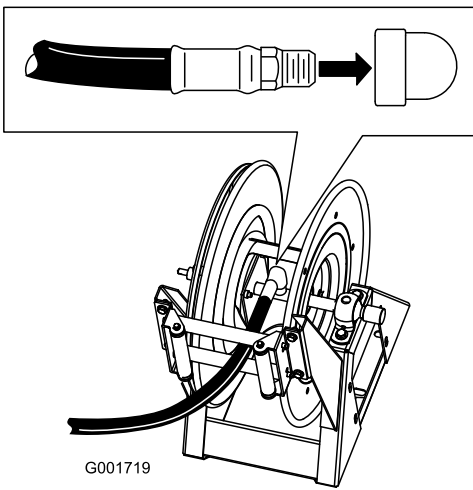

Bild 56
1. Wickeln Sie Teflonband um das Gewinde an der Schlaucharmatur am langen Schlauch und setzen Sie die Armatur in das Anschlussrohr am Wagen ein (Bild 56).